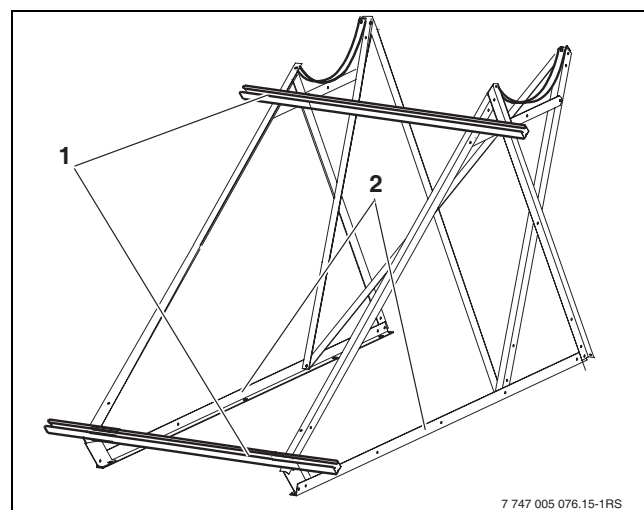

Fig. 15 Visser les rails profilés FD/ÜD
- Visser les rails profilés FD/ÜD (fig. 15, [1]) en haut et en bas au milieu aux rails profilés-capteur.
- Positionner les rails de support en bas (fig. 15, [2]) parallèlement les uns par rapport aux autres.